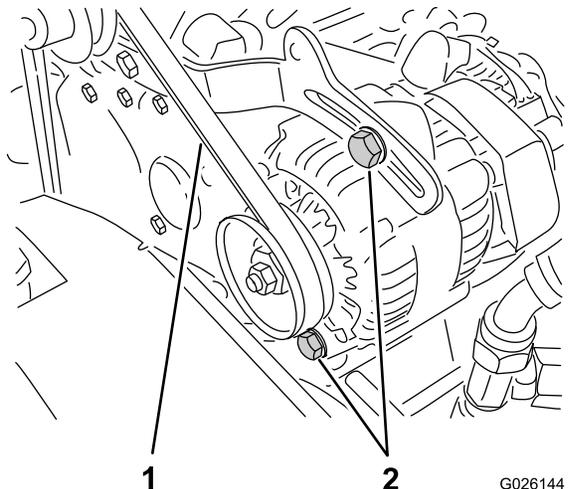

Bild 67
2. Prüfen Sie die Spannung, indem Sie eine Kraft von 10 kg in der Mitte zwischen der Lichtmaschine und den Kurbelwellenscheiben ansetzen (Bild 67).
- A. Lockern Sie die zwei Befestigungsschrauben der Lichtmaschine (Bild 67).
Riemenspannung erzielt ist. Ziehen Sie die Befestigungsschrauben dann fest (Bild 67).